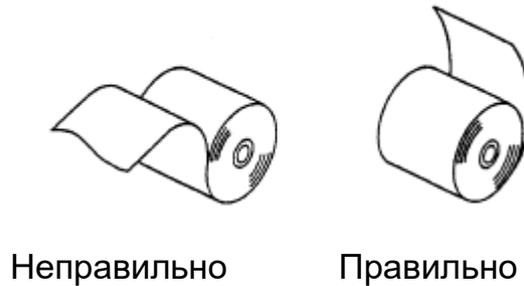

Рисунок 12. Ориентирование рулона бумаги
5.4.5 Соблюдая нужное направление (термослой должен располагаться сверху – рисунок 12), установите рулон бумаги в отсек для чековой ленты как показано на рисунке 13. Необходимо протянуть несколько сантиметров чековой ленты в выходное отверстие принтера.